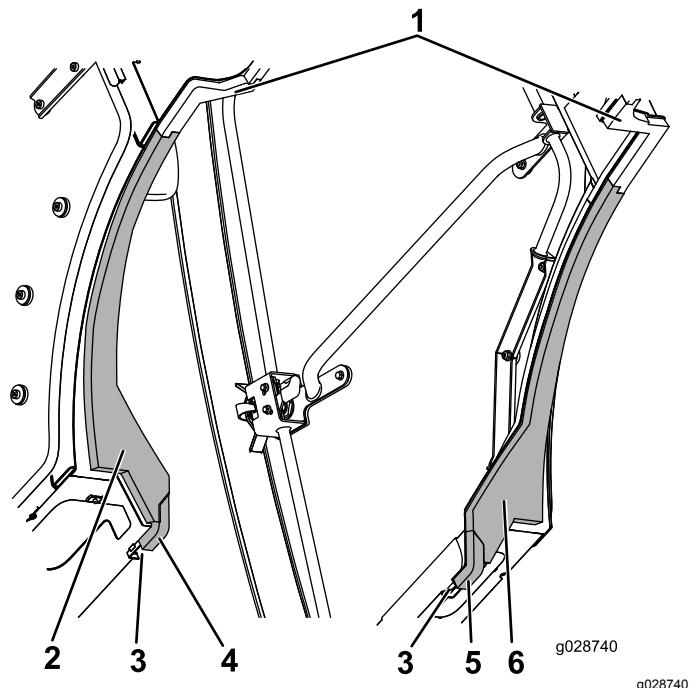

Figure 62
- Alignez les bords intérieurs des joints en mousse droit et gauche du réservoir sur les joints en mousse centraux droit et gauche, et verrouillez les pattes ensemble (Figure 62).
- Poussez le bord avant des joints en mousse gauche et droit contre le profilé et engagez le bord arrière oblique du joint en mousse avec le joint en mousse du réservoir (Figure 62).